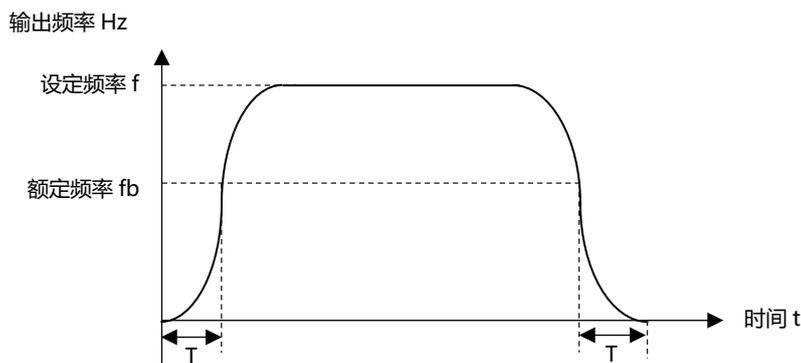

图5-10 S曲线加减速B示意图
**2: S曲线加减速B**在该S曲线加减速B中，电机额定频率总是S曲线的拐点。如图5-10所示。